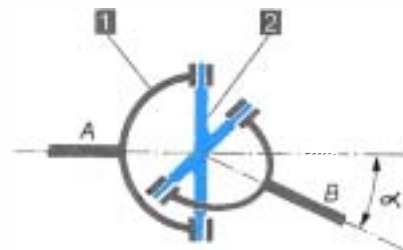

Figure 7.21 • Joint de cardan.
Les deux arbres A et B (figure 7.21) sont terminés par une fourche qui tourillonne sur un croisillon ②.